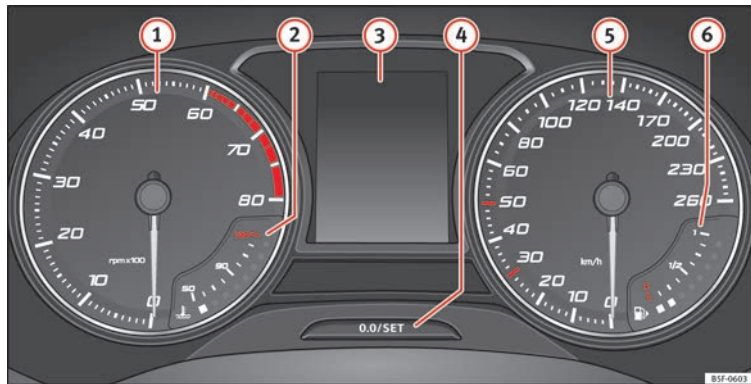

Fig. 117 Quadro strumenti nel cruscotto.
Spiegazioni sugli strumenti » fig. 117:
Il contagiri indica il numero di giri del motore al minuto » **fig. 117 ①**.
La lancetta del contagiri **①** » **fig. 117** dovrebbe rimanere il meno possibile nel settore rosso, altrimenti si rischia di danneggiare il motore.
All'accensione del quadro strumenti, sul display » **fig. 117 ③** vengono visualizzate informazioni differenti, a seconda dell'equipaggiamento del veicolo:
- Premere brevemente il pulsante ►► **fig. 117** ④ per riportare il contachilometri parziale a 0.
- Mantenendo premuto il pulsante ④ per circa 3 secondi verrà visualizzato il valore precedente.
- Per regolare l'orologio, mantenere premuto il pulsante ►► **fig. 117** ④ per più di 3 secondi per selezionare l'indicatore delle ore o dei minuti.
- Per proseguire con la regolazione, premere la parte superiore o inferiore del pulsante ④. Per far scorrere i numeri rapidamente, mantenere premuto il tasto.
- Premere nuovamente il pulsante ④ per concludere la regolazione dell'orologio.
Mantenere premuto il pulsante ►► **fig. 117** ④ per più di 15 secondi per visualizzare le lettere distintive del motore (MKB) del veicolo. A tal fine, l'accensione deve essere inserita e il motore spento. ►►
L'indicatore della temperatura del liquido di raffreddamento **(2)** » » **fig. 117** funziona solo a quadro strumenti acceso. Per evitare danni al motore si raccomanda di seguire i consigli riportati qui di seguito.